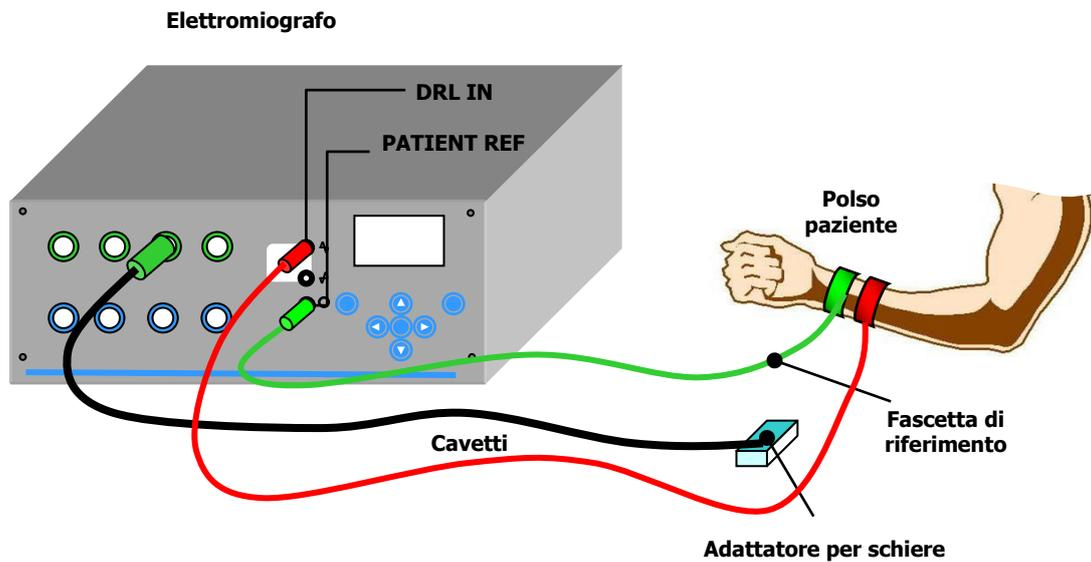

FIG. 8: Sensorizzazione del paziente per misure in modalità monopolare (Mode: Monopolar). Prestare attenzione che le fascette non sia in contatto tra loro.
- Se si prevede una misura in modalità monopolare (**Mode: Monopolar**) collegare, per mezzo dell'apposito cavetto, una fascetta aggiuntiva alla boccola **DRL IN**. La fascetta deve essere inumidita con acqua per garantire un buon contatto elettrico col paziente e deve essere fissata in un punto elettricamente non attivo (polso o caviglia), nelle vicinanze della fascetta di riferimento paziente (sullo stesso polso o sulla stessa caviglia, FIG. 8). È importante che le due fascette non siano in contatto tra loro per ottenere un segnale di buona qualità.